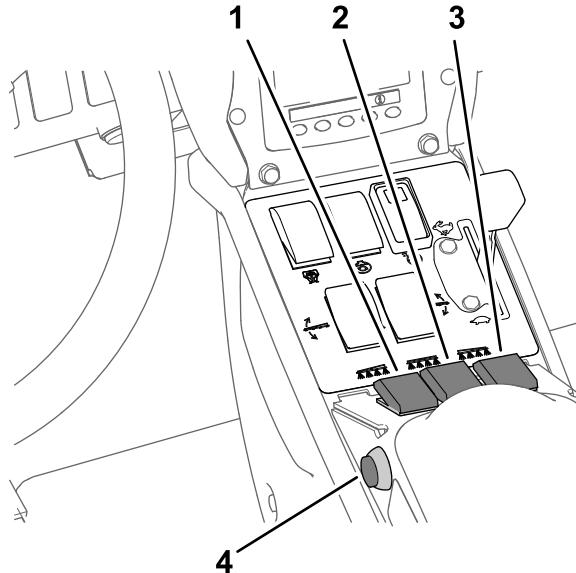

Figure 36
7. Placez le(s) interrupteur(s) de section de pulvérisation en position ACTIVÉE (Figure 36).
10. Conduisez à la vitesse voulue puis réglez la commande générale des sections à la position ACTIVÉE pour commencer la pulvérisation (Figure 36).
3. Placez la commande générale des sections à la position DÉSACTIVÉE ; voir Figure 36 sous Pulvérisation en mode débit d'application \(page 36\).
7. Placez les interrupteurs des sections individuelles en position ACTIVÉE ; voir Figure 36 sous Pulvérisation en mode débit d'application \(page 36\).
9. Conduisez à la vitesse voulue puis réglez la commande générale à la position ACTIVÉE pour commencer la pulvérisation ; voir Figure 36 sous Pulvérisation en mode débit d'application \(page 36\).